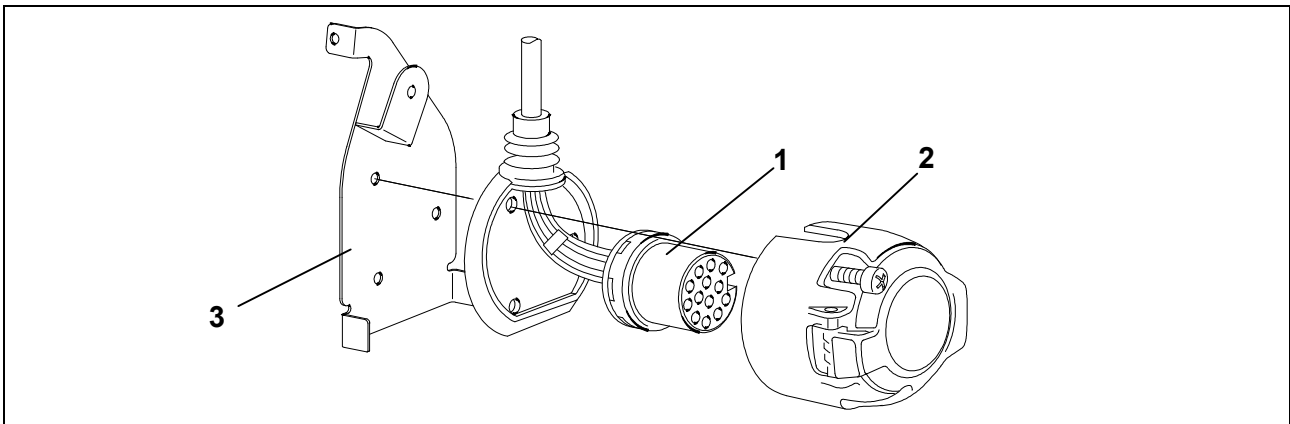

Fig. 2 : Monter la prise
6. Appuyer le contact (Fig. 2/1) dans le bâti de la prise (Fig. 2/2) et faire glisser vers le bas le joint en caoutchouc sur la prise.
7. Fixer la prise sur la plaque de retenue (Fig. 2/3) avec les vis fournies.